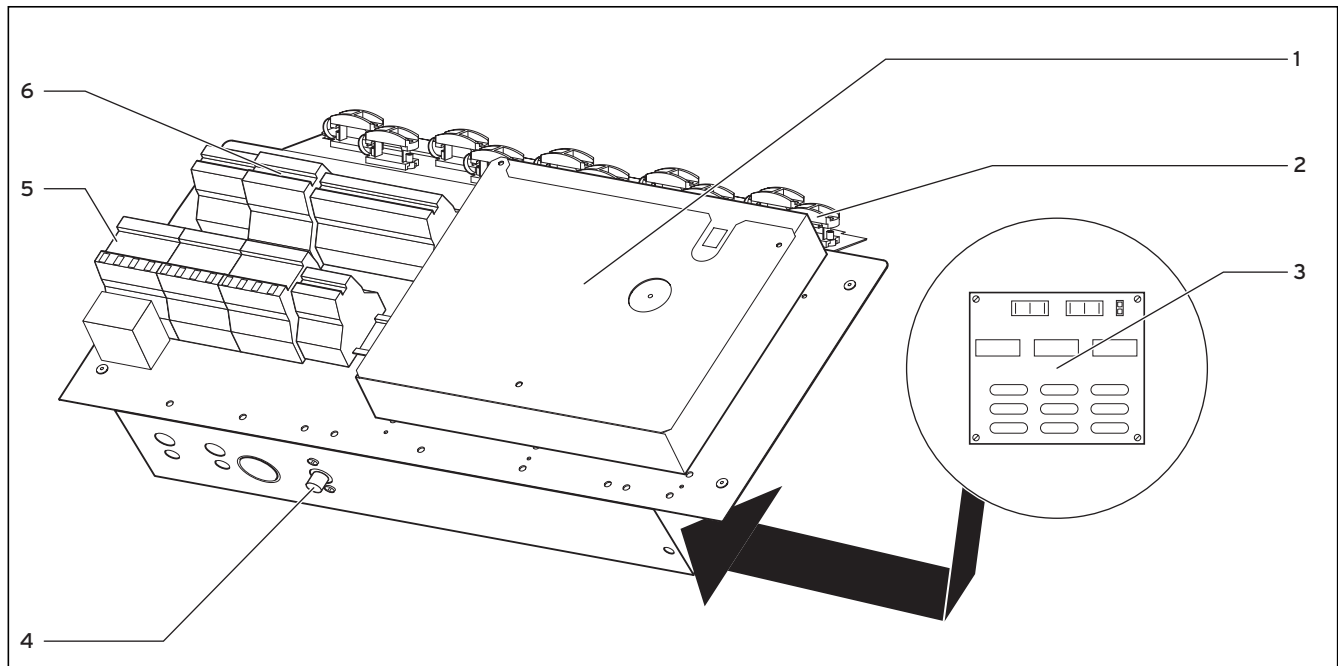

Рис. 5.1 Электрическая распределительная коробка
Пояснение к рис. 5.1
К колодезному насосу подводится трехфазное напряжение 400 В посредством контактора колодезного насоса. Защитный выключатель двигателя в тепловом насосе (см. рис. 5.1, поз. 8) защищает внешний колодезный насос от перегрузки. Для этого настройте на защитном выключателе двигателя номинальный ток колодезного насоса (0,8 – 2,7 А).
- Монтируйте плату ограничителя пускового тока под платой регулятора, как это описано в руководстве по нему (см. рис. 5.1).